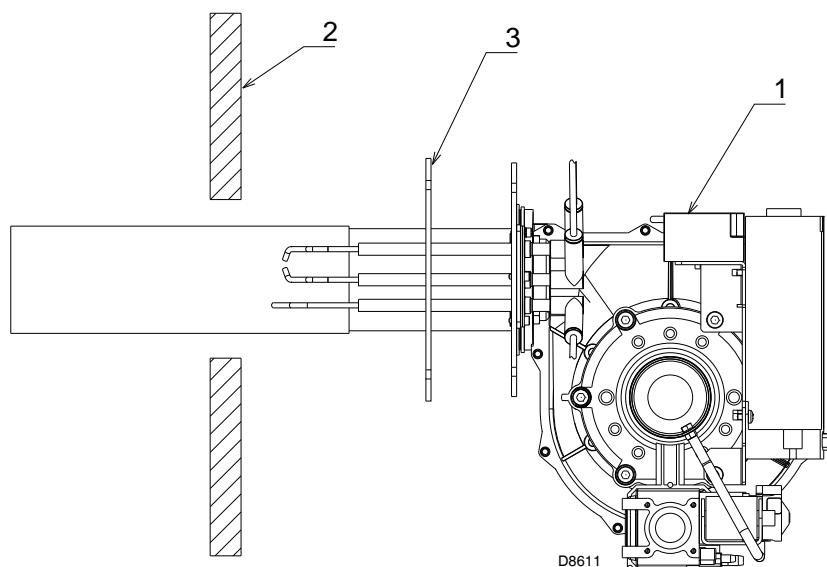

Fig. 5
- fixer le brûleur 1)(Fig. 5) à la porte de la chaudière 2) avec quatre vis et (si nécessaire) 4 écrous M8, en interposant l'écran isolant 3).